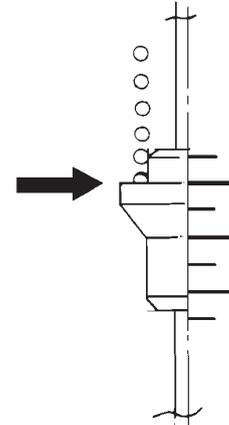

図4 流量の見方
- (1) 流れ方向がフローモニタに示されている方向に合っているか確認してください。
- (2) 流量の見方(図4参照)流量は目盛とフロート位置により読み取ります。